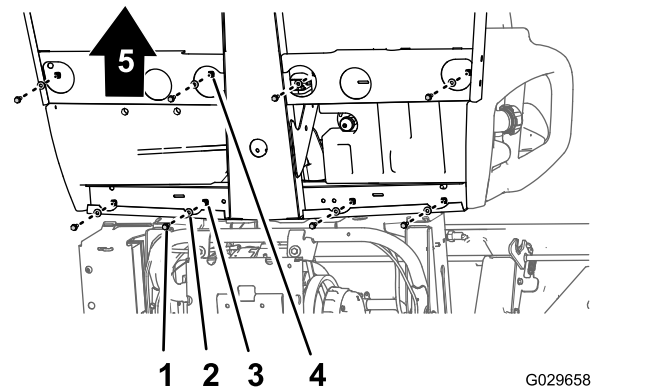
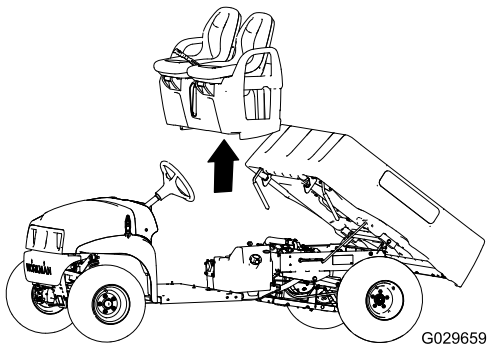

图 42
图 43
1. 在机器的底部卸下将座椅底座固定至底板和后驾驶室通道上的 8 个凸缘头螺栓和 8 个垫圈图 42。
2. 小心从机器中提起座椅、座椅底座和手刹拉索图 42。
- 将座椅和座椅底座提到机器上并将刹车拉索与机箱对齐图 42和图 43。
- 将座椅底座中的孔与底板和后驾驶室通道中的孔对齐图 42和图 43。